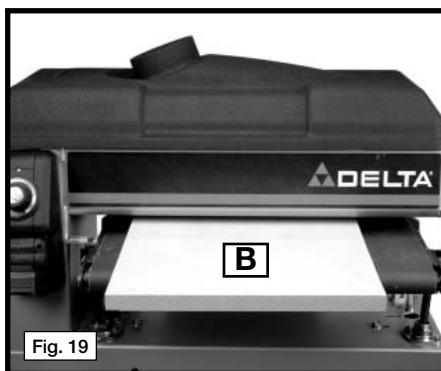

Fig. 19
1. Para comprobar, llie una tabla ancha (B) Fig. 19 (preferentemente de 305 mm [12"] o más de ancho x 0,6 m [2'] de largo) hasta que esté plana en toda la superficie en ambos lados.